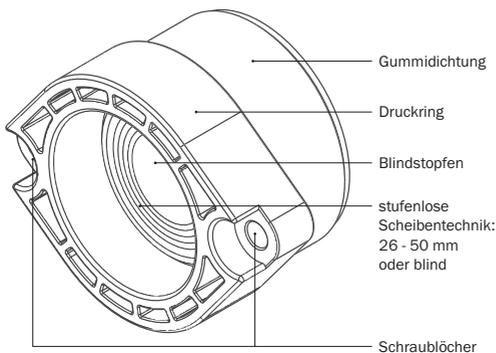

Abbildung 14.2: KRASO® BKP - Wand - Dichteinsatz - Wasser - Scheibentechnik
- Entfernen Sie den Blindstopfen des **KRASO® BKP - Wand - Dichteinsatzes - Wasser -** und passen Sie die Gummidichtung anhand der vorgegebenen, stufenlosen Scheibentechnik (26 - 50 mm oder blind) entsprechend dem Rohrleitungsdurchmesser an (s. Abbildung 14.2).
- Entfernen Sie den Blindstopfen des **KRASO® BKP - Wand - Dichteinsatzes - Strom** - und passen Sie die Gummidichtung anhand der vorgegebenen, stufenlosen Scheibentechnik (26 - 50 mm oder blind) entsprechend dem Rohrleitungsdurchmesser an (s. Abbildung 14.2).